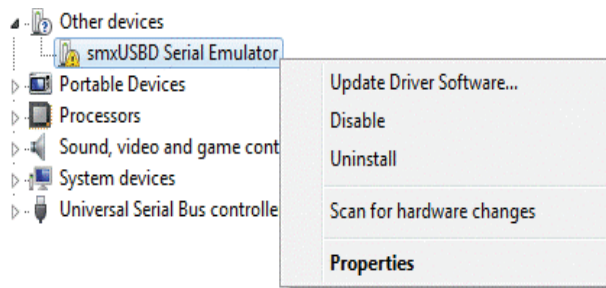

Figura 80 Gestor do Dispositivo Windows 7
3. Em **Outros dispositivos**, clique com o lado direito do rato em **smxUSBD Serial Emulator** e seleccione **Actualizar Software do Driver** (Figura 80).